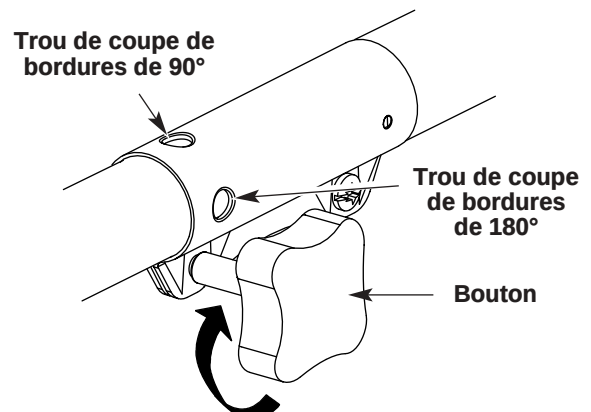

Fig. 25
3. Serrez le bouton en le tournant à droite (Fig. 25).
Pour couper les bordures à l'aide de la tête d'accessoire de coupe sur les modèle EZ-Link™, verrouillez le bouton de déclenchement de l'accessoire de coupe dans le trou de 90° ou de 180° (Fig. 25).